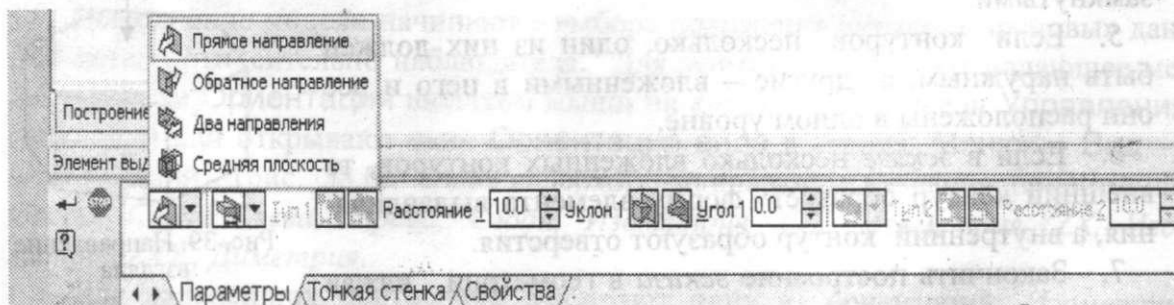

Рис. 41. Установка параметров выдавливания в панели Свойств
4. Устанавливают параметры выдавливания на панели Свойств (рис. 41). Для этого: